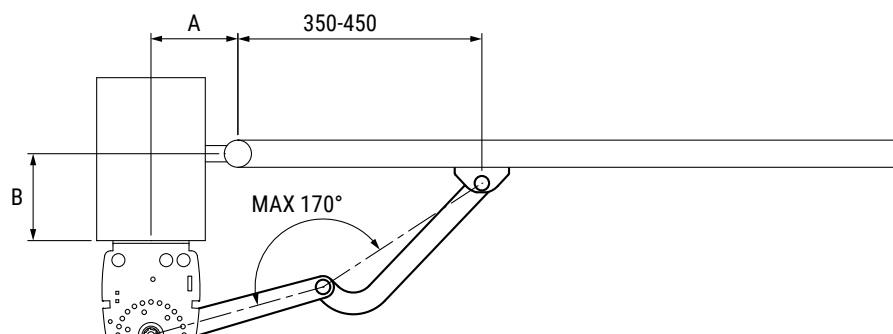

Fig. 1
1. Fissare la staffa posteriore (KT249) in bolla come da misure di installazione indicate nelle tabelle (Fig. 1).
1. Fix the rear bracket (KT249) in level as per the installation measurements indicated in the tables (Fig. 1).
1. Die hinteren Langlöcher KT249 waagrecht ausrichten und befestigen, nach den in Tabelle 1 angegebenen Installationsmaßen (Abb. 1).
1. Fixez le support arrière (KT249) au niveau selon les mesures d'installation indiquées dans les tableaux (Fig. 1).
1. Fije el soporte trasero (KT249) a nivel según las medidas de instalación indicadas en las tablas (Fig. 1).
1. Fixar o suporte traseiro (KT249) em nível conforme as medidas de instalação indicadas nas tabelas (Fig. 1).